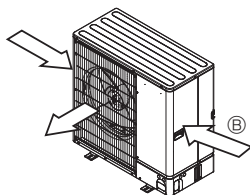

Fig. 2-6
- ③ Poziționați unitatea astfel încât gura de evacuare a aerului să sufle perpendicular pe direcția din care bat vânturile sezoniere, dacă este posibil. (Fig. 2-6)
- ④ Sistem de ghidare pentru gura de evacuare a aerului
- ⑤ Direcția vântului